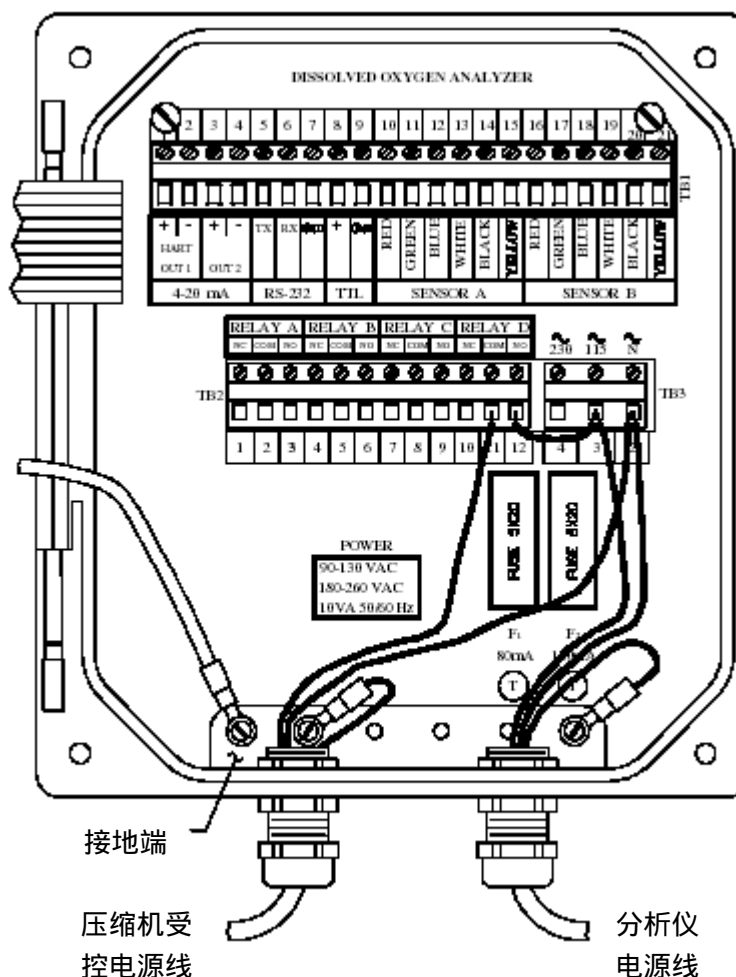

图 2-9 D53 分析仪与空气压缩机的接线
GLI D53 型分析仪使用任何已被设为“TIMER (定时器)”功能继电器的任何继电器,由用户自定义的清洗循环运行,去开关压缩机的电源。(使用 D53 分析仪菜单来建立“INTERVAL (间隔)”和“DURATION (持续时间)”来操作“TIMER (定时器)”继电器。)参见图 2-9 了解关于连接的详情。
**注意：**出于示例目的,图 2-9 显示了继电器 D 为“TIMER (定时器)”继电器。当使用不同的继电器时,要以相同的方式连接所有的接线端。